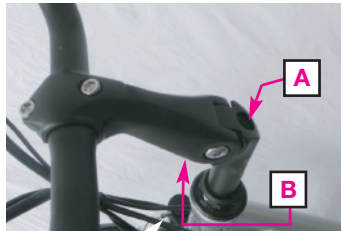

Abb. 3
3. Von oben mit dem Inbusschlüssel die Spannschraube **A** in der Lenkerstange fest anziehen (Abb. 3).